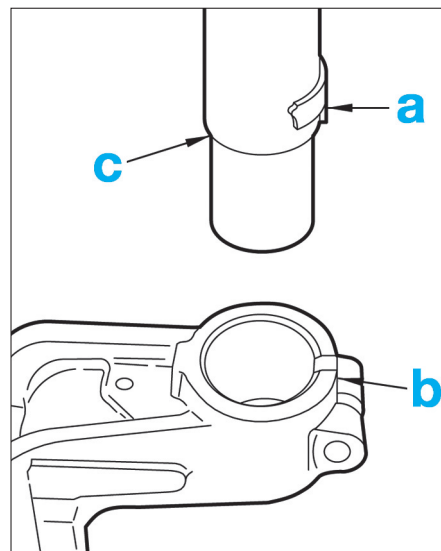

FIG. 7
- Écarter de nouveau la rainure du pivot et y engager l'élément de suspension en faisant coïncider le bossage (a) de l'amortisseur avec la rainure (b) du pivot (Fig.7).